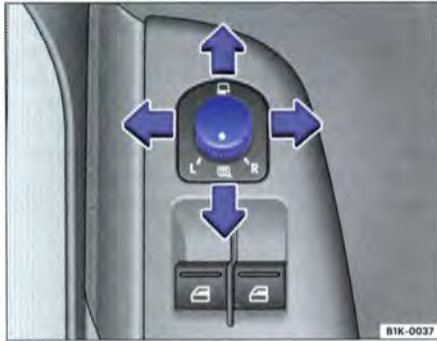

Fig. 48 Détail de la porte du conducteur : bouton rotatif pour les rétroviseurs extérieurs
1. Tournez le bouton rotatif ⇒ fig. 48 en position L (rétroviseur extérieur gauche).
- Tournez le bouton rotatif ⇒ fig. 48 en position  pour activer le dégivrage des rétroviseurs extérieurs.
- Tournez le bouton rotatif ⇒ fig. 48 en position  pour rabattre les rétroviseurs extérieurs. Pour éviter tout dégât, il est conseillé de toujours rabattre les rétroviseurs extérieurs lorsque vous passez dans une installation de lavage automatique.